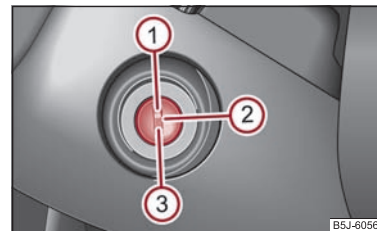

Abb. 92 Zündschlossstellungen
- Den Motor schalten Sie durch Drehen des Zündschlüssels in Stellung aus ⇒ Seite 91, Abb. 92.